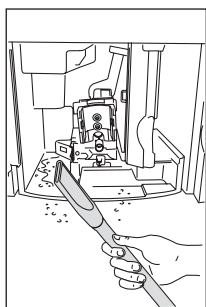

Fig. 38
- ▶ Îndepărtați reziduurile cu un aspirator (Fig. 38).